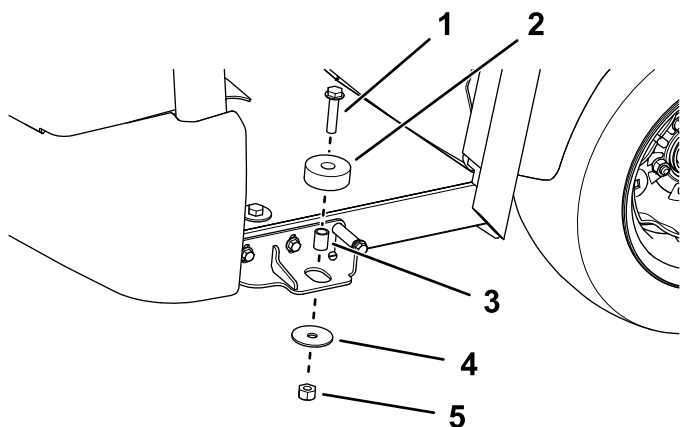

Figura 28
6. Montate i 2 isolatori in gomma con un bullone flangiato a testa esagonale ($\frac{1}{2}$ " x $2\frac{1}{4}$ "), un distanziale, una rondella e un dado di bloccaggio su ciascun lato (Figura 28).